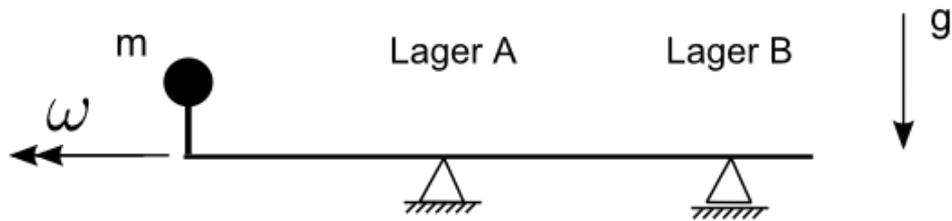

Abbildung 4.2
c) Die nominelle Lebensdauer  $L_{10h}$  des Lagers B (**Abb. 4.2**) soll 40.000 Stunden betragen. Welche rein radial wirkende Last darf hierzu maximal wirken?